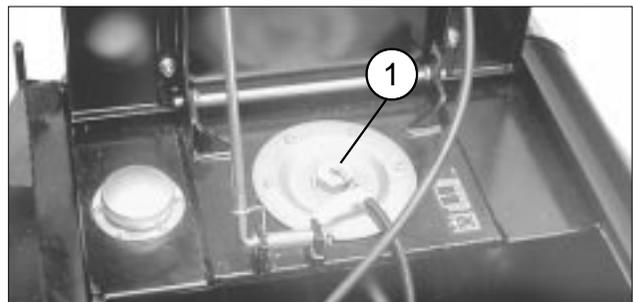

図 36
2. 補給口 (図 36) の周囲をていねいに拭き、フタを取り、所定レベル (図 35) までオイルを補給します。